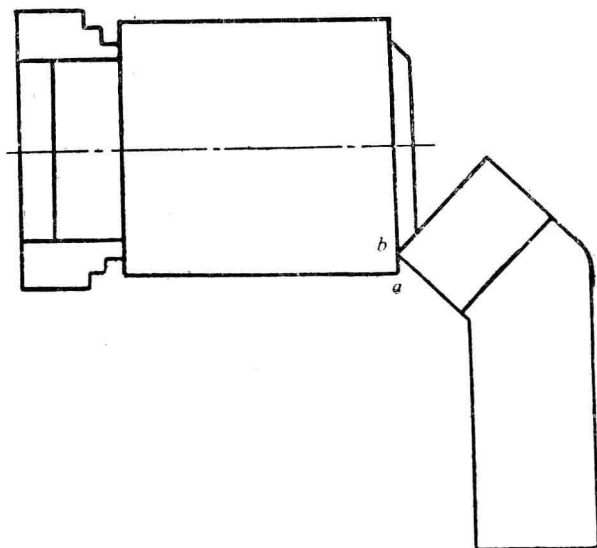

图 3 切削端面情况
12. 试标出图 3 所示切削端面情况下的该车刀 γ_o , α_o , λ_s , γ_n , α_n , K_r , K'_r , γ'_o , α'_o ; 以及 a_p , f , a_w , a_c 。